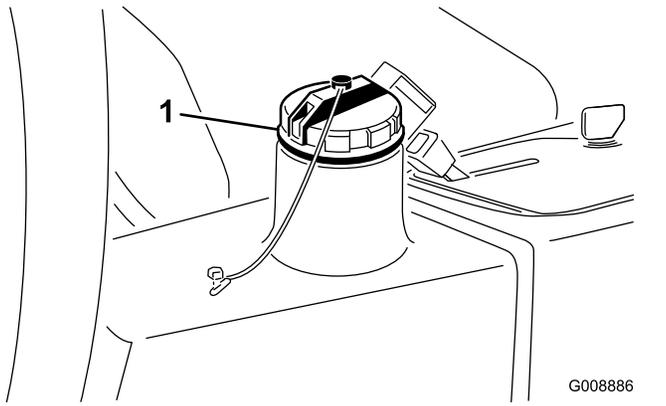

图76
4. 向液压油箱 图76注入约 13.2L 液压油请参阅 检查液压系统 \(页码 26\)。